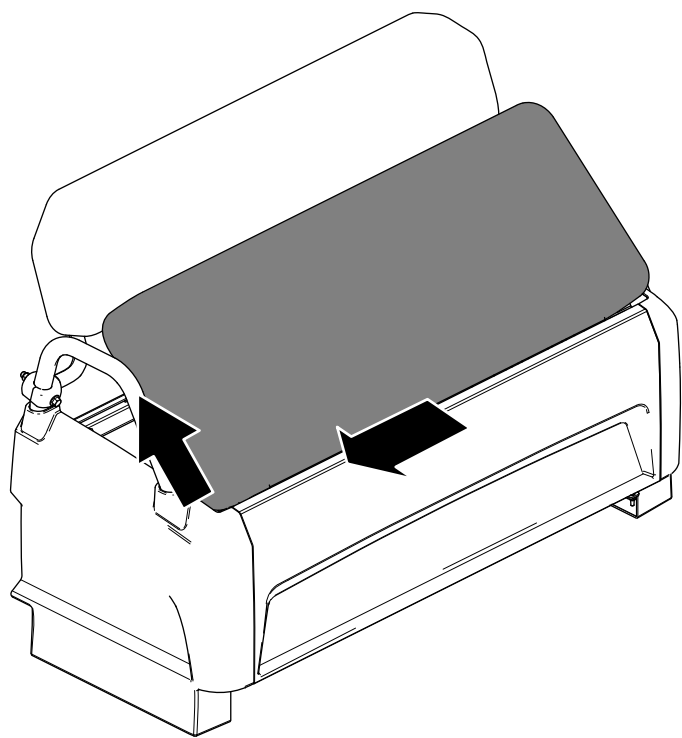

Figura 32
2. Fate scorrere il cuscino lateralmente estraendolo dai perni e sollevatelo (Figura 32).